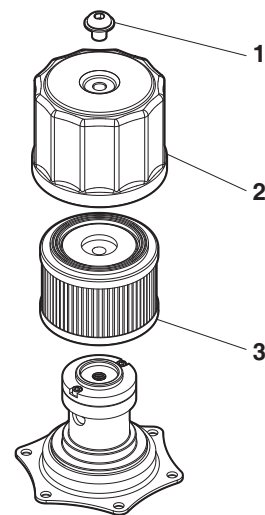

Figura 67
2. Incline ligeramente el tapón de ventilación (2, Figura 67) para liberar la presión interna.
3. Desatornille el perno (1, Figura 67) y retire el tapón de ventilación (2).
4. Cambie el cartucho de filtro (3, Figura 67) y monte el tapón de ventilación apretando el perno.